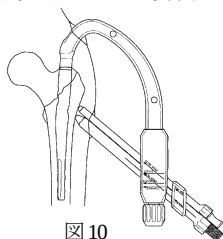

図10
- 8) マルチインサーターガイドにラグスクリュー用スリーブ、エクストラスクリュー用スリーブを挿入し、それぞれにガイドピンスリーブを組み付け、ターゲットデバイスに取付けます。(図10)